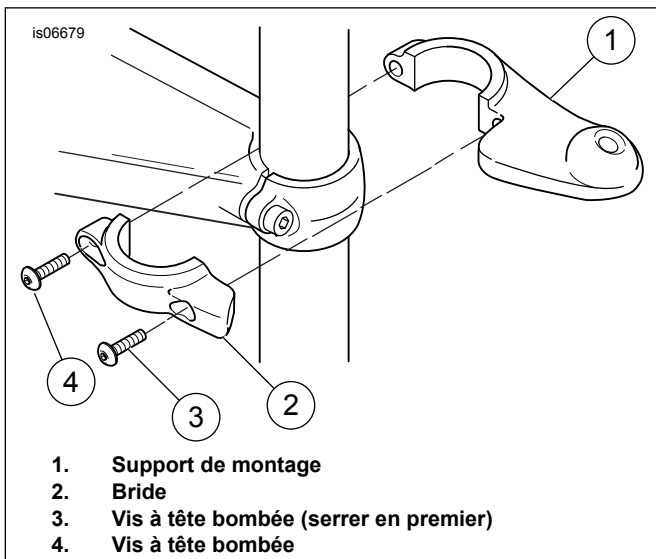
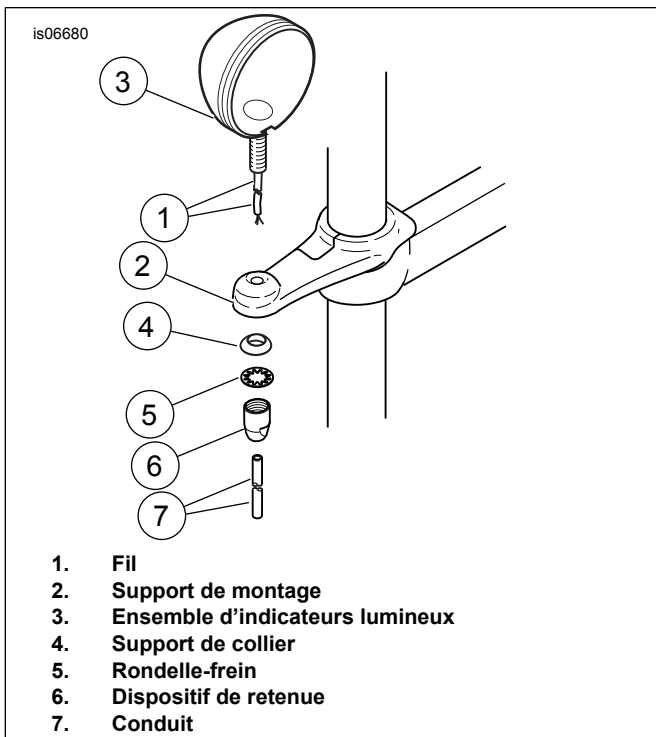

Figure 1. Installer le support de montage sur le tube de fourche (côté droit illustré)
Figure 2. Installer les feux (côté droit illustré)
3. Voir Figure 1. Les supports de montage (1) et les colliers (2) correspondent à un côté particulier. Sélectionner le support et collier de droite ou de gauche et les installer sur le tube de fourche avec deux vis à tête bombée (3 et 4) du kit.
4. En commençant par la vis extérieure en premier (3), serrer à un couple de 8–9 N·m (70–80 in-lbs). Répéter pour la vis (4).
5. Voir Figure 2. Acheminer le fil de feu (1) dans le trou du support de montage (2) et attacher la feu (3) au support à l'aide d'une cale de collier (4), rondelle-frein (5) et retenue (6) du kit. Serrer le dispositif de retenue à un couple de 22 à 24 N·m (16 à 18 lb·pi).
9. Voir Figure 2. Glisser le conduit (7) du kit sur le fil de feu.